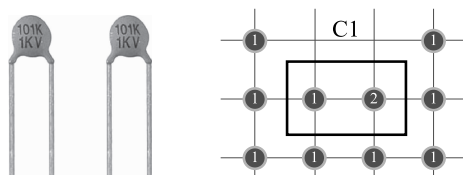

图 1-27 采用 CAPR2.54-5.1x3.2 封装安装指示图
(5) 如图 1-27 所示, 将插件无极性电容安装在万能板对应位置, 该焊盘间距为 100mil, 对应元器件封装名为 CAPR2.54-5.1x3.2。